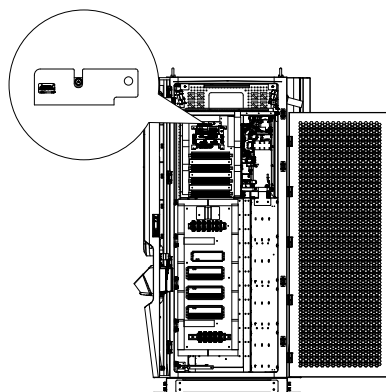

Figure 4-7. Accès au module 4G/Wi-Fi
- 1) Retirer le premier plateau du boîtier CSU pour accéder au module 4G/Wi-Fi à l'intérieur de l'armoire. Se référer à la figure 4-7 ci-après.